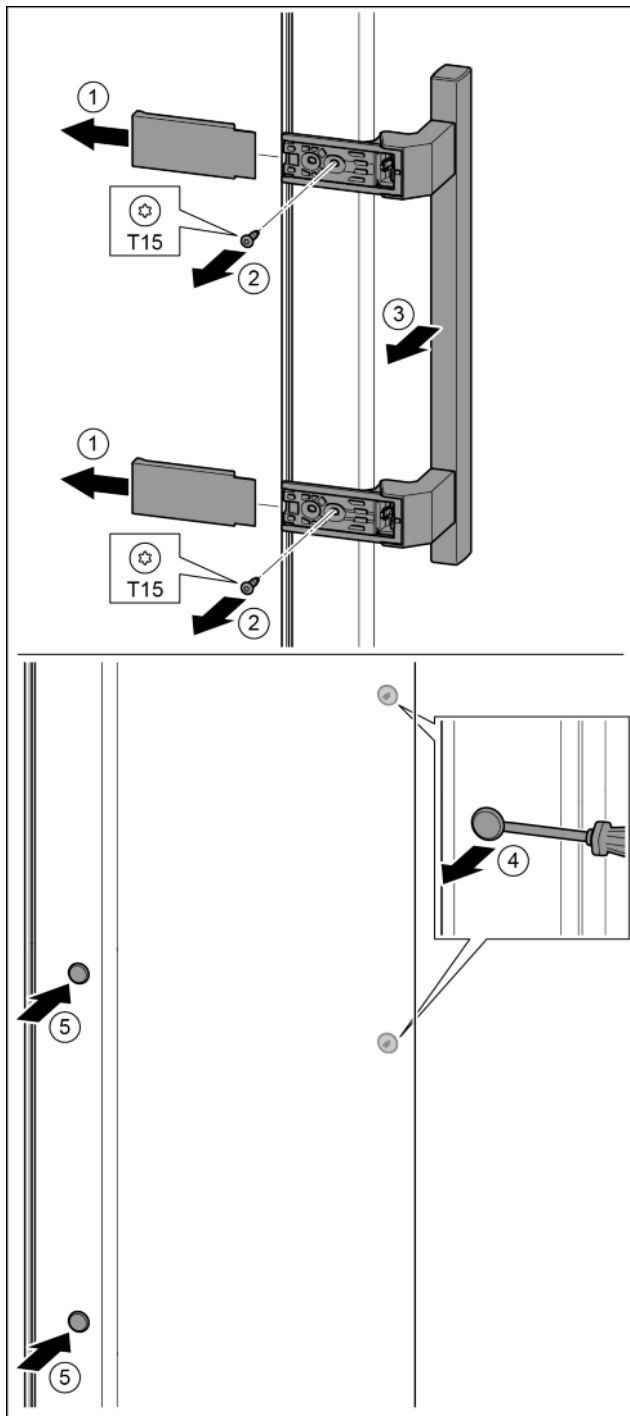

Fig. 31
- ▶ Снять крышку. Fig. 31 (1)
- ▶ Выкрутить винты отверткой T15. Fig. 31 (2)
- ▶ Снять ручку. Fig. 31 (3)
- ▶ Осторожно приподнять шлицевой отверткой боковые заглушки и вынуть их. Fig. 31 (4)
- ▶ Заглушки снова вставить с другой стороны. Fig. 31 (5)